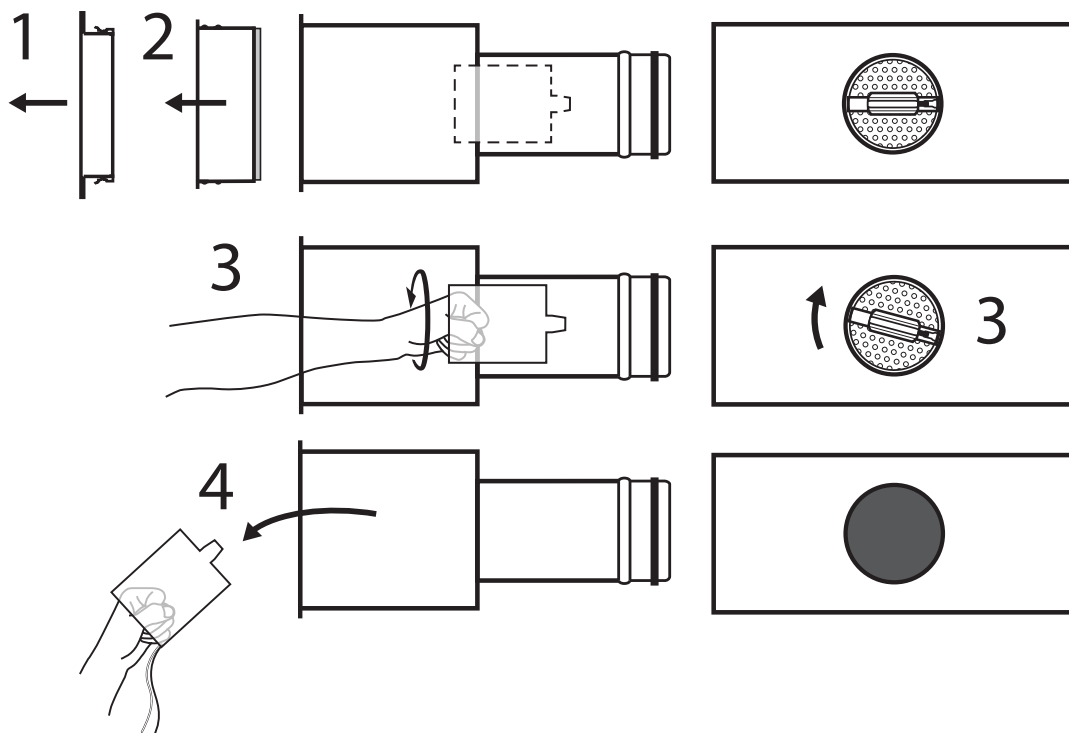

Bild 2. Demontering BRD och BRL-B, version b.
- 3) För in handen i anslutningslådan i riktning mot spjällinsatsen i lådans stös. För bakansluten låda BRL-B (bild 2) sitter denna i ryggen på lådan. För sidoansluten låda BRL-S sitter den i lådans kortsida vänster alt höger.
- 4) Ta tag i handtaget och vrid spjällinsatsen moturs så att den lossnar och dra ut spjällinsatsen ur lådan, se **Bild 2**, steg **3** och **4**.